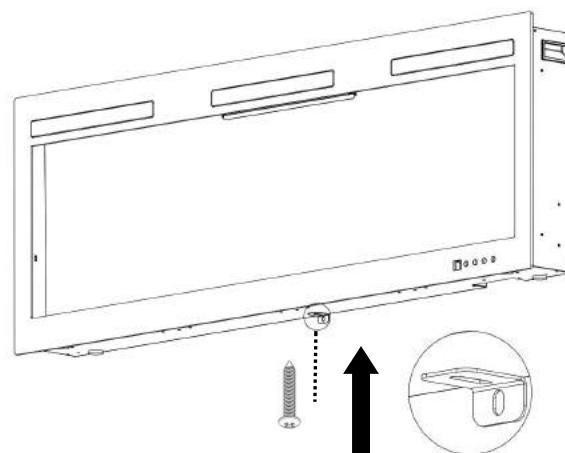

Fig 4-2
B. Utilizzando la vite precedentemente rimossa, fissare la staffa a L (in dotazione) alla parte inferiore del box del caminetto. (Fig 4-2)